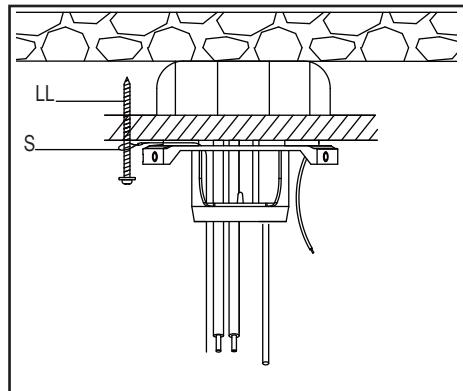

Figure 13
1. Vissez la vis à bois (LL) (non fournie) dans le plafond.
2. Enfilez la boucle terminale du câble de sécurité (S) sur la vis à bois, puis serrez bien la vis ou reliez le câble de sécurité directement à la boîte électrique. (Figure 13)